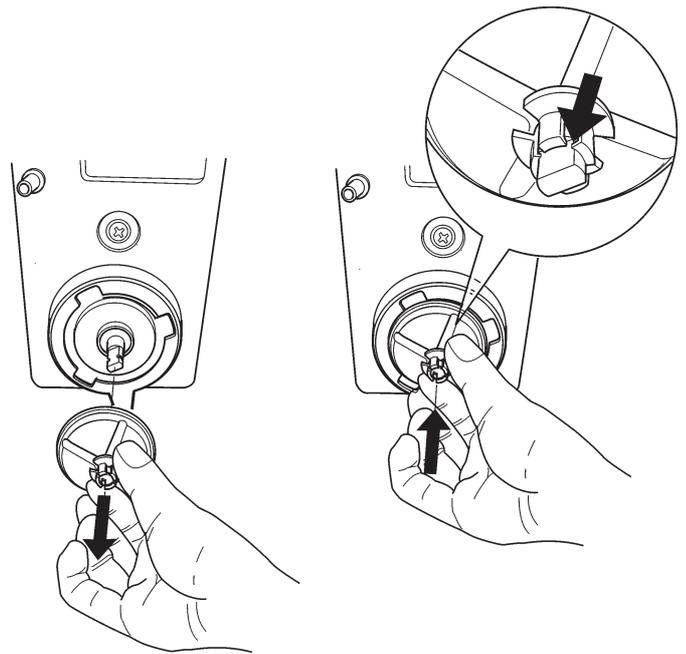

Fig. 11
- para desmontar las paletas es suficiente ejercitar una leve tracción para liberarlas (fig. 11);